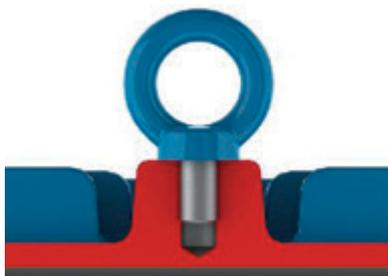
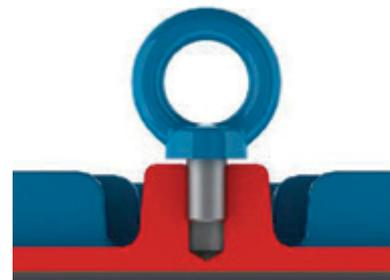

Figura 4.1 - Manera correcta de fijación del cáncamo de elevación
Figura 4.2 - Manera incorrecta de fijación del cáncamo de elevación
Antes de iniciar cualquier proceso de elevación, asegúrese de que los cáncamos estén adecuadamente fijados, totalmente atornillados y con su base en contacto con la superficie a ser izada, conforme Figura 4.1. La Figura 4.2 ejemplifica el uso incorrecto.
1. Asegúrese de que los cáncamos están adecuadamente fijos, conforme Figura 4.1;